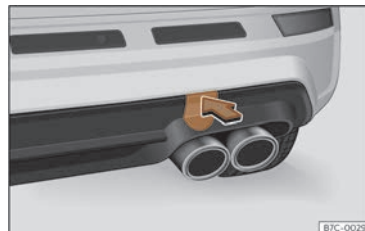

Fig. 185 No lado dereito do parachoques traseiro: retire a tapa.
A cavidade da argola de remolque enroscada está situada no lado dereito do parachoques traseiro detrás dunha tapa >>> **fig. 185**.
- Prema sobre a zona superior da tapa >>> **fig. 185** para desencaixala.